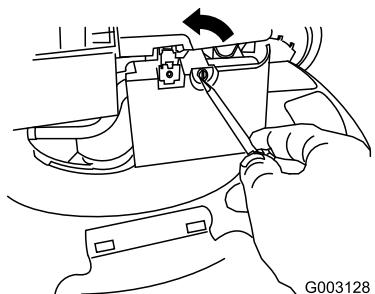

Figure 45
- Ouvrez le couvercle du filtre à air avec un tournevis (Figure 45)